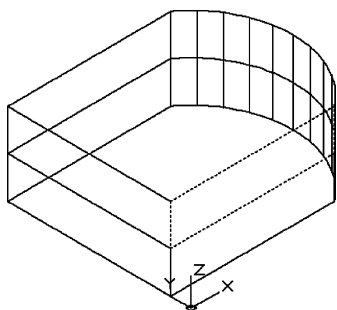
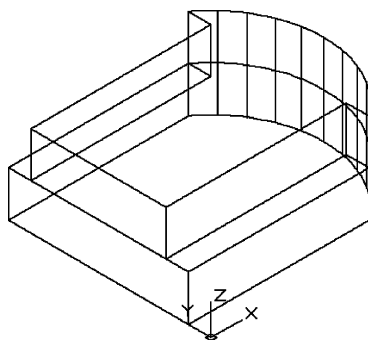

图 13-17 选取拉伸面
图 13-18 拉伸面操作后的实体
(8) 单击“三维工具”选项卡“实体编辑”面板中的“拉伸面”按钮，选取实体前端面，如图 13-17 所示，拉伸高度为 -10。继续将实体后侧面拉伸 -10，结果如图 13-18 所示。